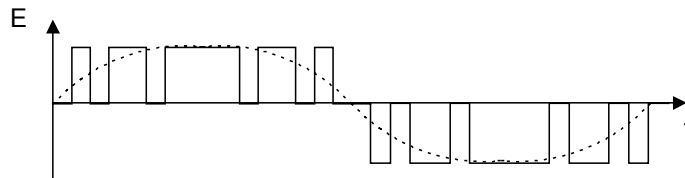

FIGURE 5.4 FORME D'ONDE À MODULATION DE LARGEUR D'IMPULSION
- **Onduleurs à modulation d'impulsion (PWM)1** (Figure 5.4). L'onde de sortie est formée de trains d'impulsions positifs et négatifs, de largeur et d'espacement variable. La résultante de la forme de sortie se rapproche d'une sinusoïde